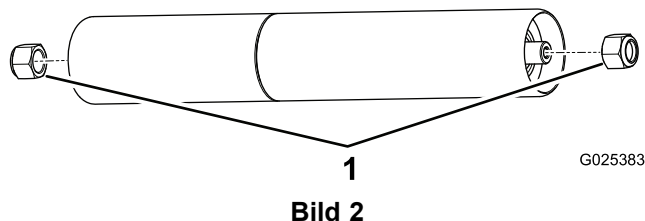

Bild 2
- Entfernen Sie die Muttern an den Enden jeder Walzenbaugruppe (Bild 2).